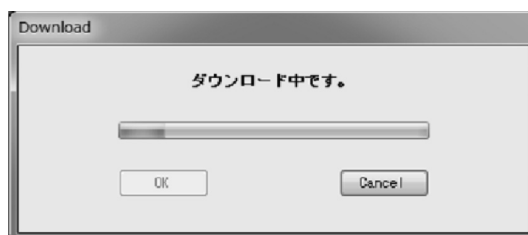

図181
- ⑦ データをダウンロードすると、各種設定値が変更され、流量計からの出力値も変化します。流量計の出力によりバルブ等を制御している場合には、安全のため制御ループをマニュアル制御に変え、流量計の出力により影響を受けないような状態にして下さい。
- ⑧ 「OK」 ボタンをクリックし、ダウンロードを開始するとメッセージボックス(図181)が表示されます。ウィンドウ中央のプログレスバーによりダウンロードの進行状況を確認することができます。